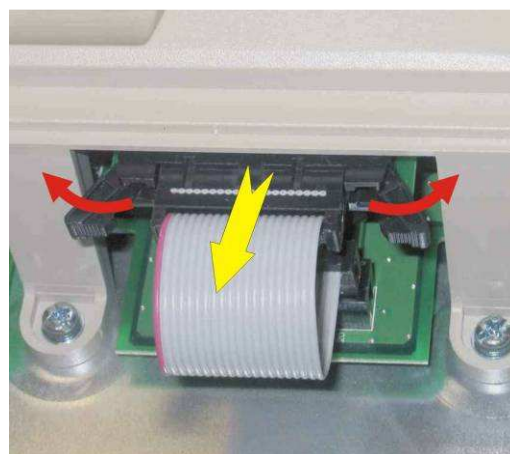

Рисунок 6.6
6.4.1 Повернуть фиксаторы разъема на стойке пульты и отсоединить розетку кабеля пульты (рисунок 6.6).